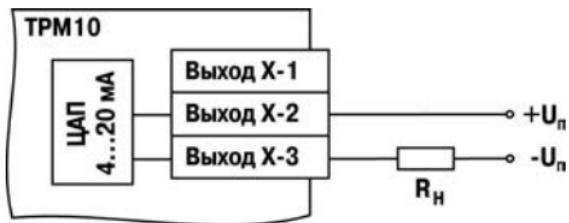

Рисунок 3.17
**Формирователь токового сигнала (выход И)** преобразует выходное значение ПИД-регулятора в токовый сигнал 4...20 мА на активной нагрузке  $R_H$  (см. рисунок 3.17).